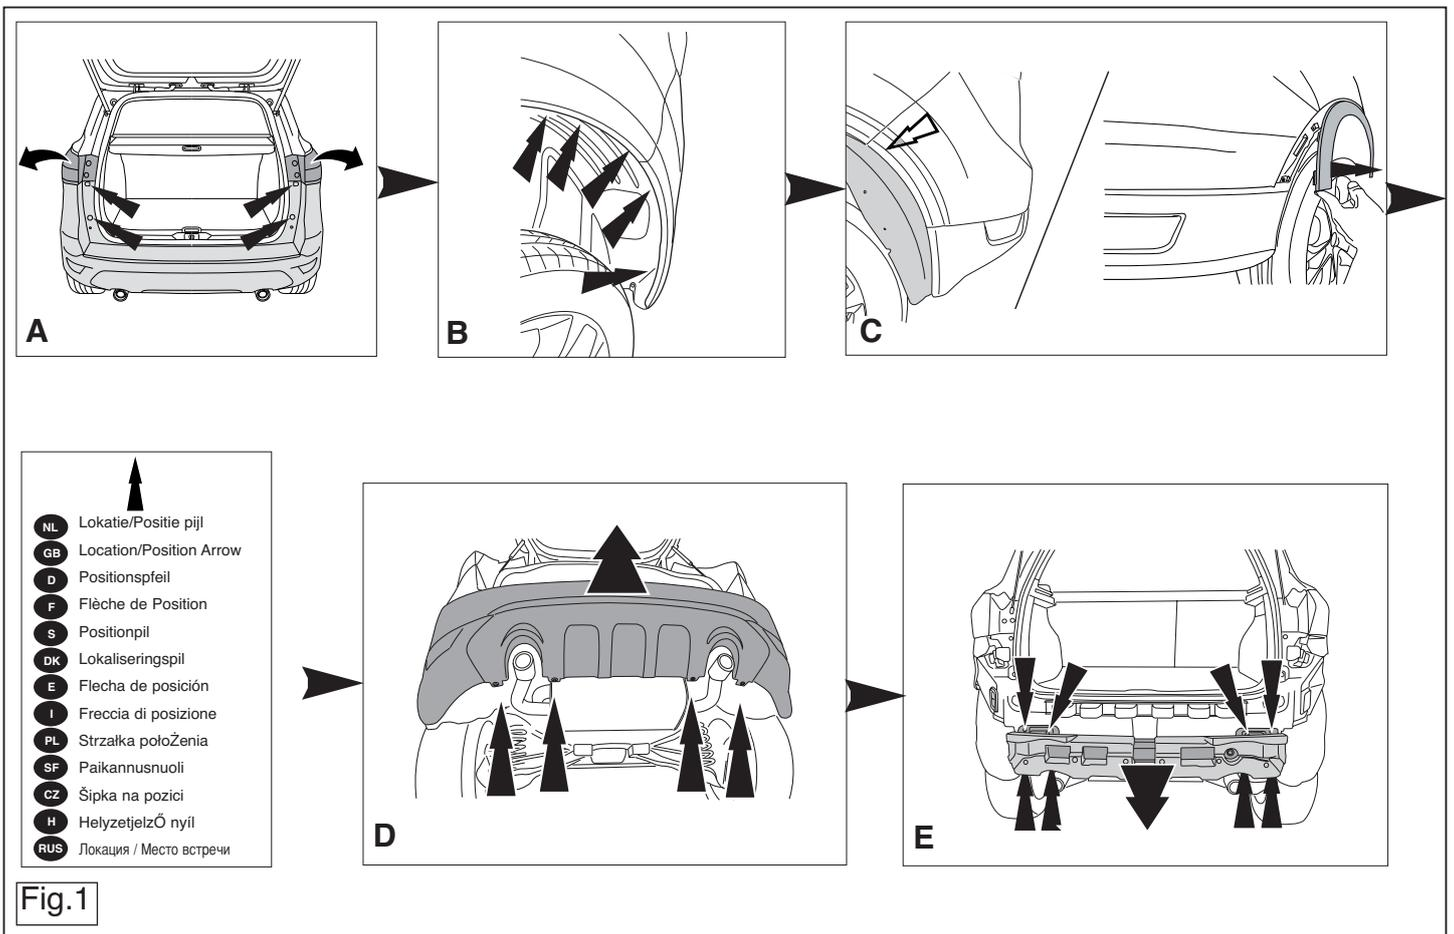

Fig.1
1. Demonteer de achterlichtunits. Demonteer de bumper inclusief de stalen stootbalk van het voertuig, de stootbalk wordt niet meer gebruikt. Zie fig. 1.
1. Remove the rear-light units. Remove the bumper and the steel buffer beam from the vehicle. The buffer beam will no longer be needed. (see fig. 1).
1. Démontez les feux arrière. Déposer le pare-chocs du véhicule y compris la traverse en acier la traverse ne sera plus utilisée. (Voir fig. 1).